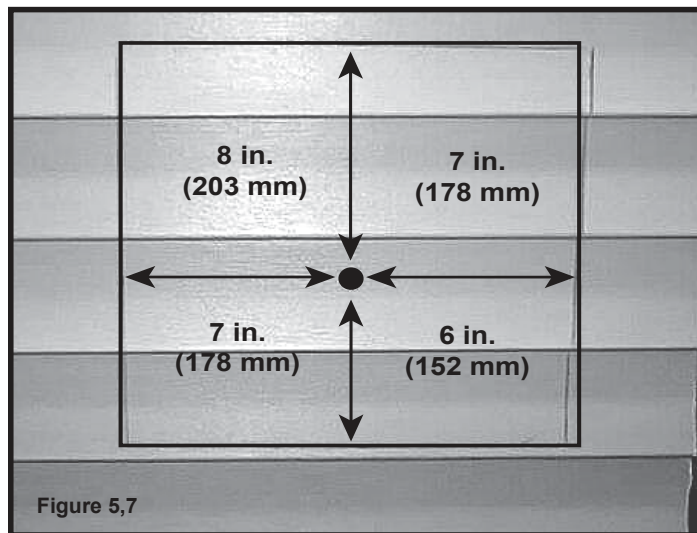

Figure 5.7
9. Il est fortement recommandé d'utiliser l'abat-vent HHW2 (référence 841-0670) si la face extérieure du bâtiment est recouverte de bardage en vinyle, à cause de la distance entre le bardage et le mur. L'avant-trou sera de 51 mm plus près du bord inférieur de l'ouverture que du bord supérieur. Utilisez une règle de charpentier pour tracer un carré de 356 mm par 356 mm (14 po x 14 po) autour du trou de guidage. Voir la Figure 5.7.